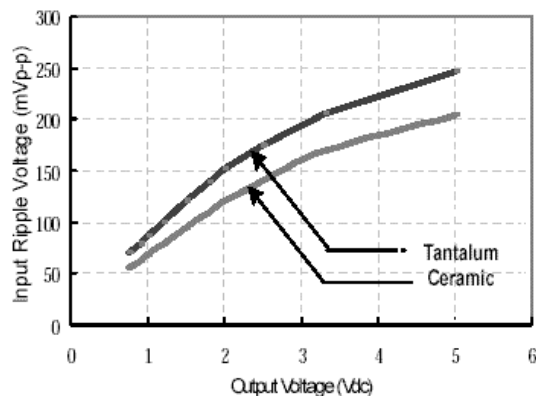

図8 Input voltage ripple VS Output voltage
- 3、 2 $\times$ 47 μF タンタルコン 、 2 $\times$ 22 μF セラコン $I_{out}=6A$. . . 図 8